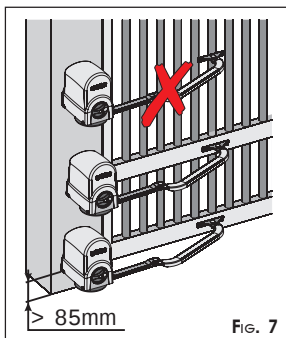

FIG. 7
② Bepaal de hoogte van de aandrijving, en houd er rekening mee dat:
- de bevestigingsbeugel van de gebogen arm zich op een plaats moet bevinden waar hij aan de vleugel van de poort kan worden bevestigd (Fig. 7)
- de minimale hoogte van de aandrijving vanaf de grond zodanig moet zijn dat de gebogen arm kan worden bevestigd, en de onderkant van de behuizing op zijn plaats kan worden gezet (minstens 85mm, zie fig. 7)